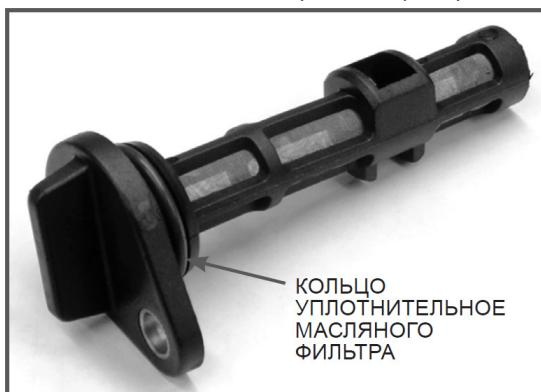

Рис. 12 Масляный фильтр
9. Внимательно осмотрите масляный фильтр (Рис. 12). Обязательно проверьте фильтрующую сетку фильтра на наличие механических повреждений (сетка порвана, имеются отверстия). При наличии повреждений и невозможности очистить сильные загрязнения фильтр необходимо заменить.
При каждой очистке масляного фильтра обязательно меняйте уплотнительное кольцо масляного фильтра (Рис. 12). При установке кольца на корпус фильтра не допускайте его повреждений. После установки уплотнительного кольца на корпус масляного фильтра контролируйте правильность установки кольца, оно не должно быть перекрученено.